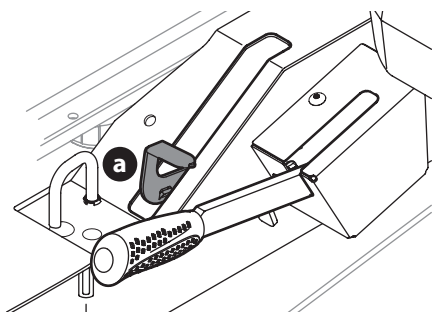

Figura 41
1. Active las válvulas de derivación de las transmisiones tirando de la palanca de derivación (a) hacia arriba y luego a fondo hacia atrás (Figura 41).
2. Para soltar la palanca de derivación (a), empuje la palanca hacia adelante (Figura 41).